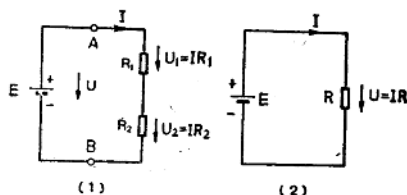

图 1-6 电阻的串联例一
将两个以上电阻，一个接一个地连接起来，叫做电阻的串联。如图1-6所示。
(3)总电阻(又叫等效电阻,见图1-6)等于各个串联电阻之和,即:
例1 在图1-6例一中,若 $R_1=100\Omega$, $U=12\text{伏}$,为了使 R_1 上流过的电流不超过0.1安,问需要串联多大的电阻 R_2 ?